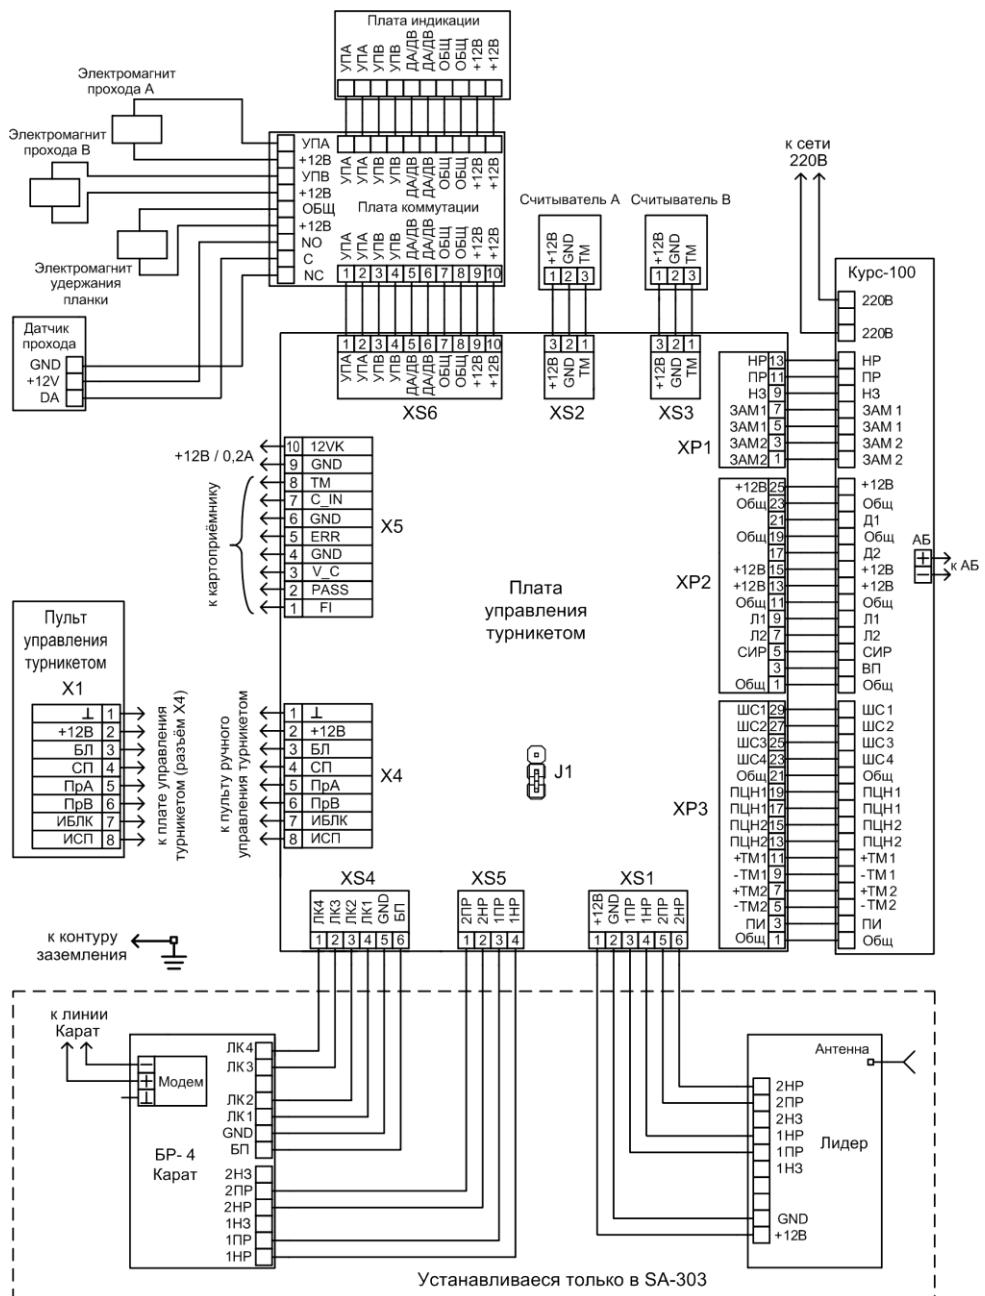

Рис.8 Схема электрическая соединений
Пульт управления поставляется в комплекте с турникетом и подключается к плате управления турникетом, схема подключения см. – рис.8.
- подключите кабель пульта управления к клеммнику X4 платы управления турникетом и к клеммнику пульта (выкрутите винт – рис.3а, снимите крышку, на крышке пульта расположена плата с клеммником, проденьте кабель в отверстие, подключите кабель согласно схеме подключения – рис.8, зафиксируйте кабель хомутом, соберите пульт);